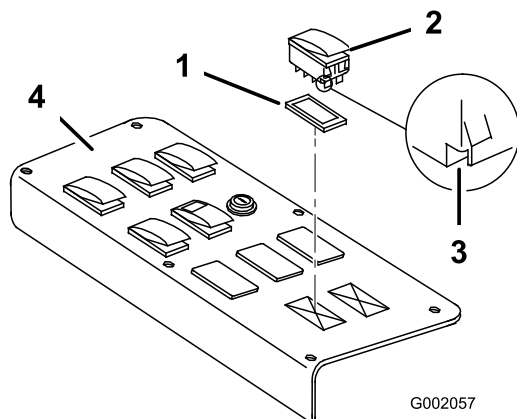
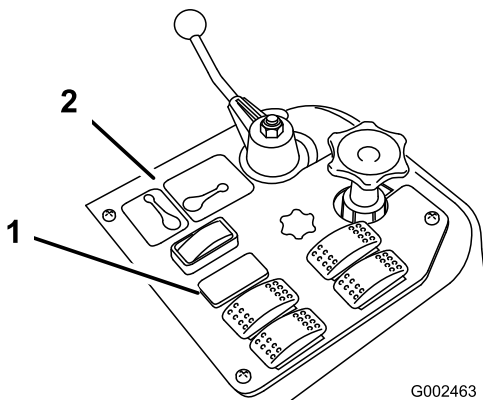

Figure 14
Figure 15
1. Déposez le panneau de commande de pulvérisation pour exposer le côté inférieur (Figure 14 pour le modèle 1250 et Figure 15 pour le modèle 1200).
2. Retirez l'obturateur qui occupe l'emplacement de l'interrupteur des rampes soniques sur le panneau de commande et montez l'interrupteur (Figure 14 pour le modèle 1250 et Figure 15 pour le modèle 1200).
Remarque: Orientez l'interrupteur comme illustré à la Figure 14, avec l'encoche dirigée vers l'arrière du véhicule.